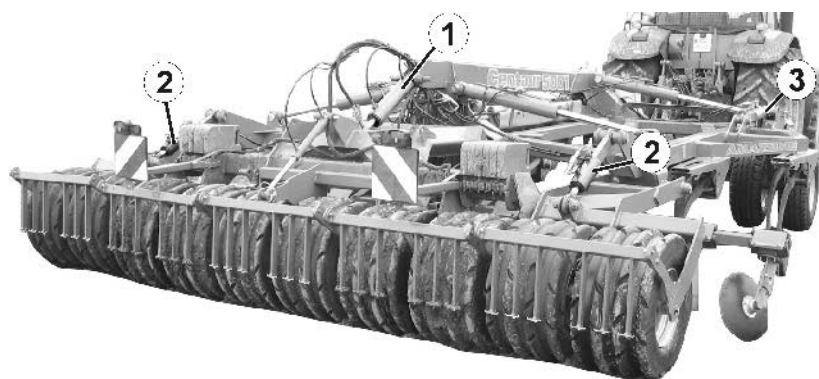

Fig. 52
- hydraulikcylinderen til transporthjulene (Fig. 52/1),
- hydraulikcylinderne til ydervalserne (Fig. 52/2) (**Centaur 4001 / 5001**),
- hydraulikcylinderne til føle- eller støtthjulene (Fig. 52/3) (ekstraudstyr).